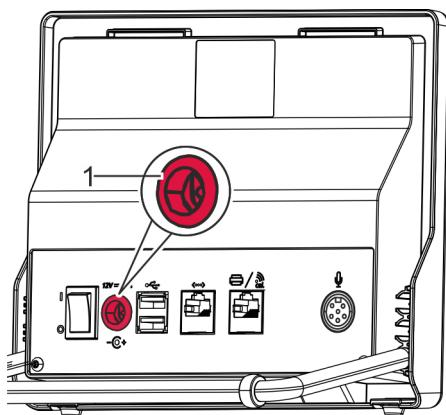

Fig. 10: Conector de alimentación
2. ➔ Enchufe el adaptador de la fuente de alimentación al conector de alimentación (Fig. 10/1).